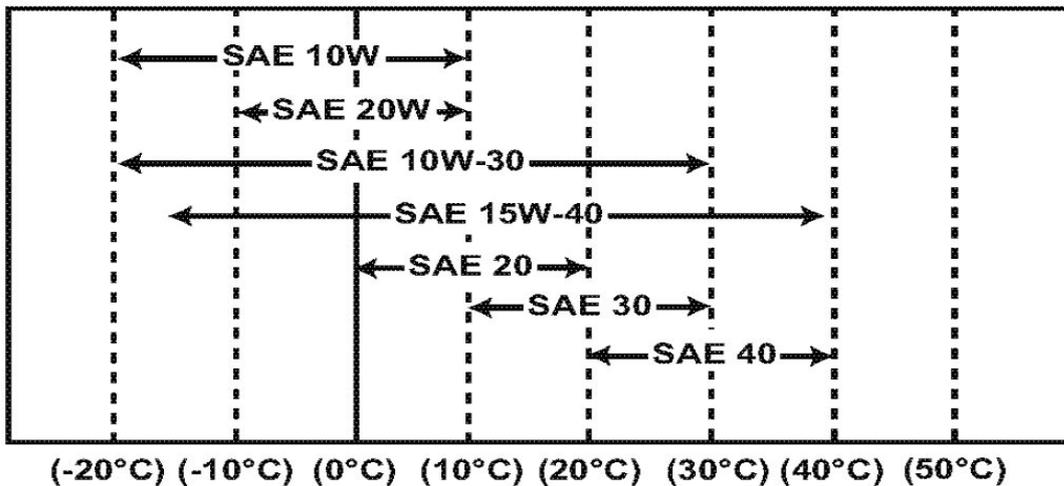

Abb. 5-2: Viskositätstabelle
- Wählen Sie die Ölviskosität entsprechend der Umgebungstemperatur, in welcher der Motor betrieben wird. Siehe SAE-Viskositätstabelle (Abb. 5-2).
Wählen Sie die geeignete Motorölviskosität auf der Grundlage der Umgebungstemperatur und verwenden Sie die SAE-Viskositätstabelle (Abb. 5-2).